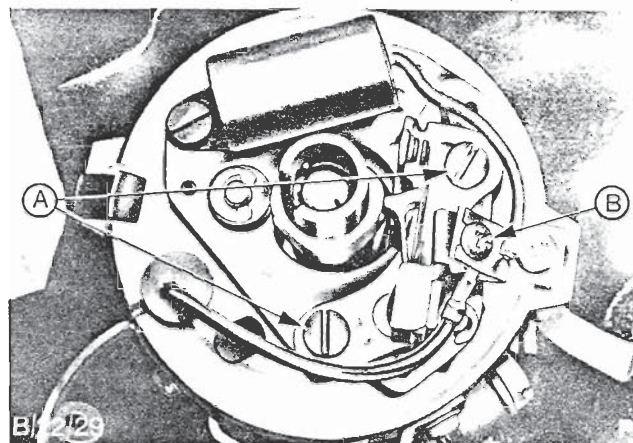

Fig. 42 - Kontaktsæt
4. Afmonter kontaktsættet, Fig. 42. Afmonter to ledninger samt to skruer og tag kontaktsættet ud. Pas omhyggeligt på, at skruerne ikke tabes ned i fordeleren. Hvis der tabes en skrue ned i fordeleren, skal den straks fjernes.